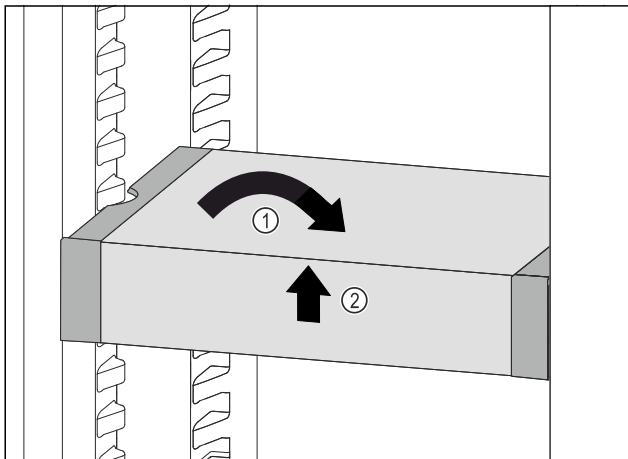

Fig. 201
- ▶ Установите VarioSafe прямо. Fig. 201 (1)
- ▶ Приподнимите VarioSafe спереди. Fig. 201 (2)